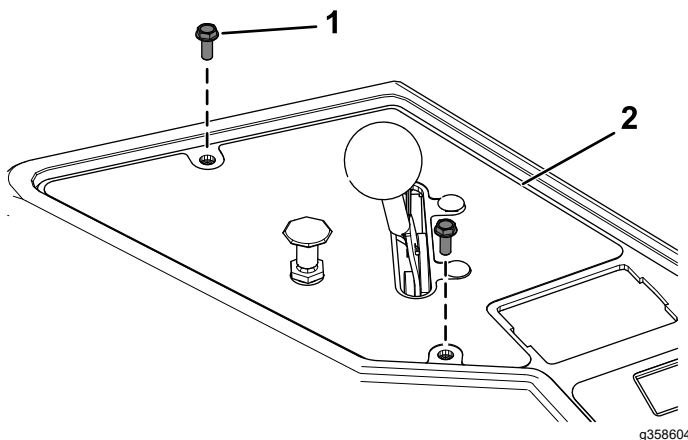

Bild 19
1. Entfernen Sie die beiden Schrauben, mit denen das Armaturenbrett an der Steuerkonsole befestigt ist und heben Sie es ab (Bild 19).
Steuerkonsole (Bild 19).